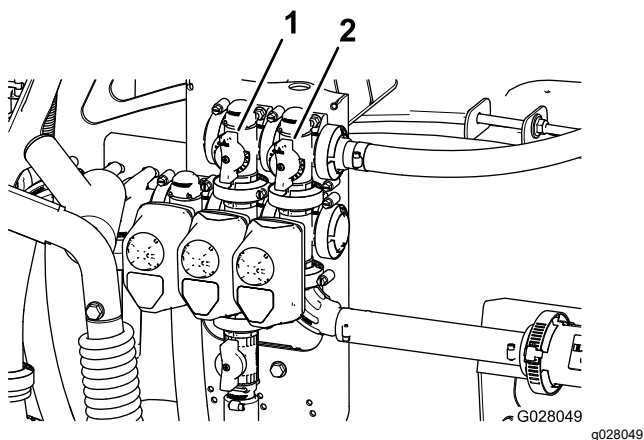

Figura 23
11. Ajuste a válvula de desvio de agitação (Figura 23) na parte traseira da válvula de agitação até que a leitura de pressão no manômetro seja de 6,9 bar (100 psi).
9. Ajuste a alavanca de desvio da seção principal para controlar a quantidade de agitação que ocorre no tanque (Figura 23).